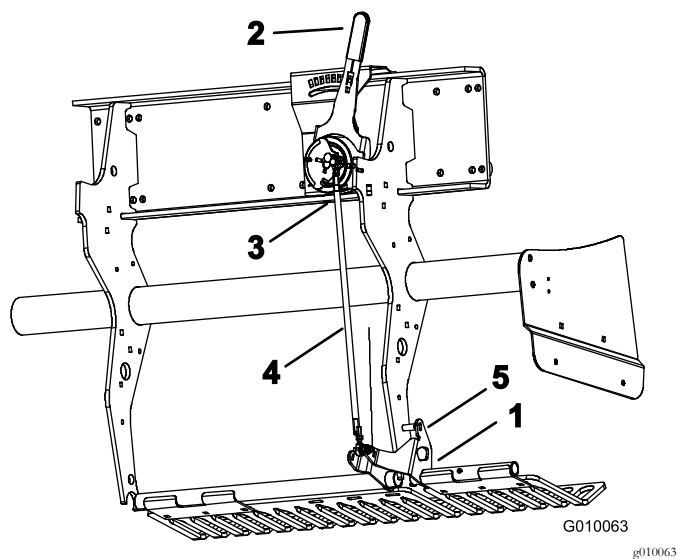

Bild 58
2. Drehen Sie die Befestigungshalterung der linken Rasenschutzeinrichtung (Bild 58) nach oben, bis ein Arretierbolzen (5/16-Drehstange oder -Schraube) zwischen die Halterung und dem am Rahmen angeschweißten Tiefeneinstellrohr eingesetzt werden kann.
3. Schieben Sie den Tine-Tiefenhebel (Bild 58) auf die H-Stellung (tiefste Einstellung).
4. Schließen Sie den Außenkugelschalter (Bild 58) vom Kabelbaum ab (Schalter für das Absenken des Kopfes).
5. Lösen Sie die Klemmmuttern (linke und rechte Seite) an der Spurstange für die Tiefeneinstellung (Bild 58).